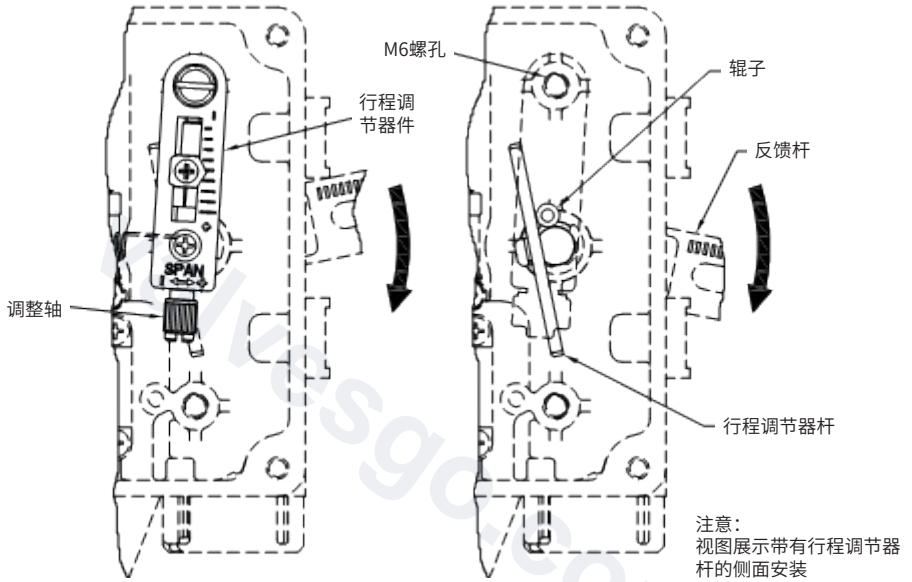

图15 行程调节器件安装 (侧面安装 = 正作用, 中间安装 = 反作用)
1) 侧面安装 - 如果在输入信号增强时执行器轴向下移动, 装配“行程调节器件”至类似下图15所示的上部M6螺孔 (正作用)。
- 2) 侧面安装 - 如果在输入信号增强时执行器轴向上移动, 装配“行程调节器件”至类似上图15所示的下部M6螺孔 (反作用)。